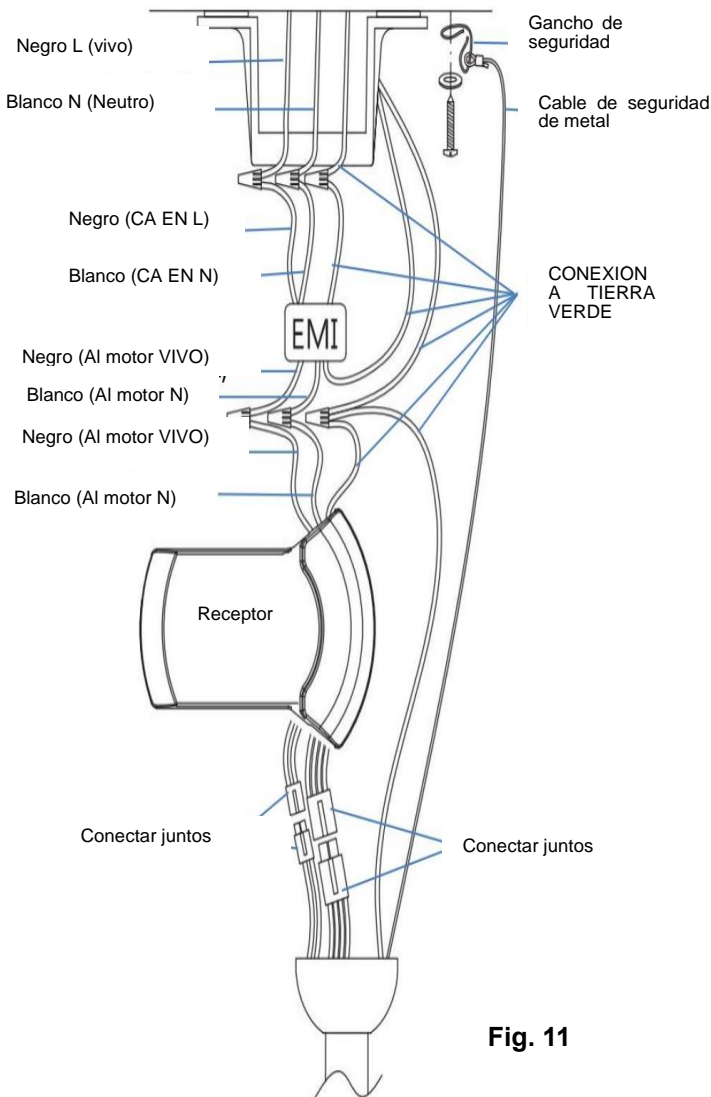

Fig. 11
- Complete el cableado eléctrico según la sección de “DIAGRAMA DE CABLEADO ELÉCTRICO” a continuación. (Fig.11)
2. Conecte el cable vivo de suministro eléctrico del hogar (negro) al cable de entrada del filtro EMI (negro, AC IN L) como se muestra en la **(Fig. 11)**